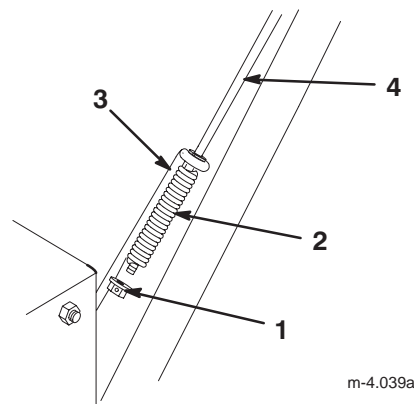

Figure 10
1. Glissez le ressort sur le bas de la tige de traction supérieure (Fig. 10).
2. Vissez un contre-écrou à embase (embase vers le haut) sur le bas de la tige de commande de traction supérieure, sous le ressort (Fig. 10).